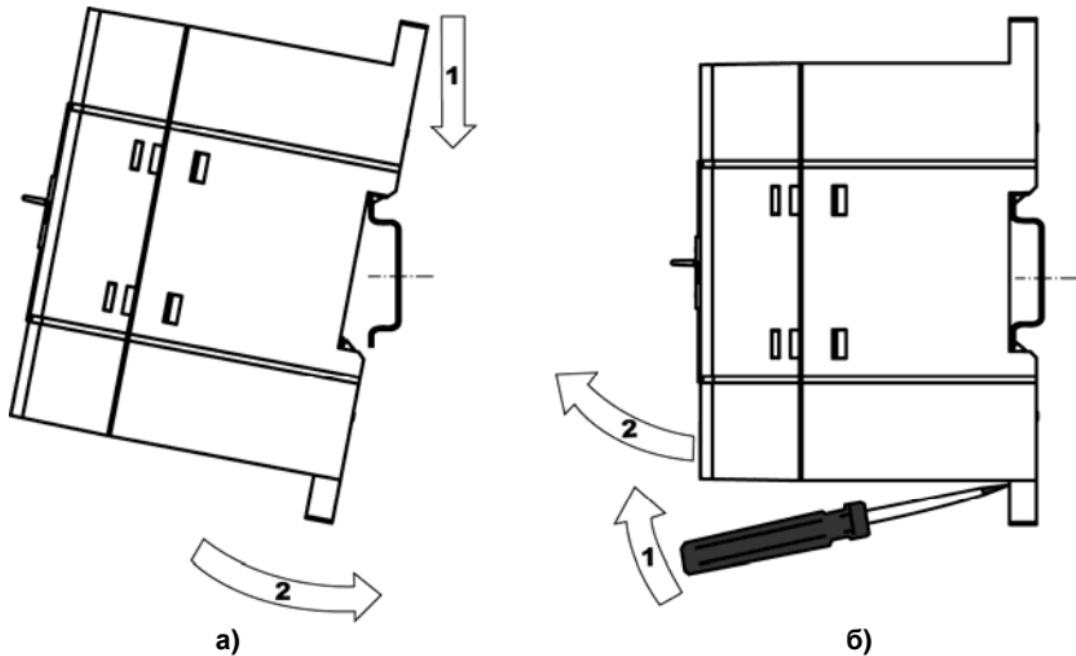

Рисунок 6.1 – Монтаж контроллера с креплением на DIN-рейку
- снять контроллер с DIN-рейки (см. рисунок 6.1б);
4 Для демонтажа контроллера с DIN-рейки, в проушину защелки вставляется острое отвертка (см. рисунок 6.1б), и защелка отжимается по стрелке 1, после чего контроллер отводится от DIN-рейки по стрелке 2. При демонтаже ПЛК110-60 обе защелки необходимо отжимать одновременно.